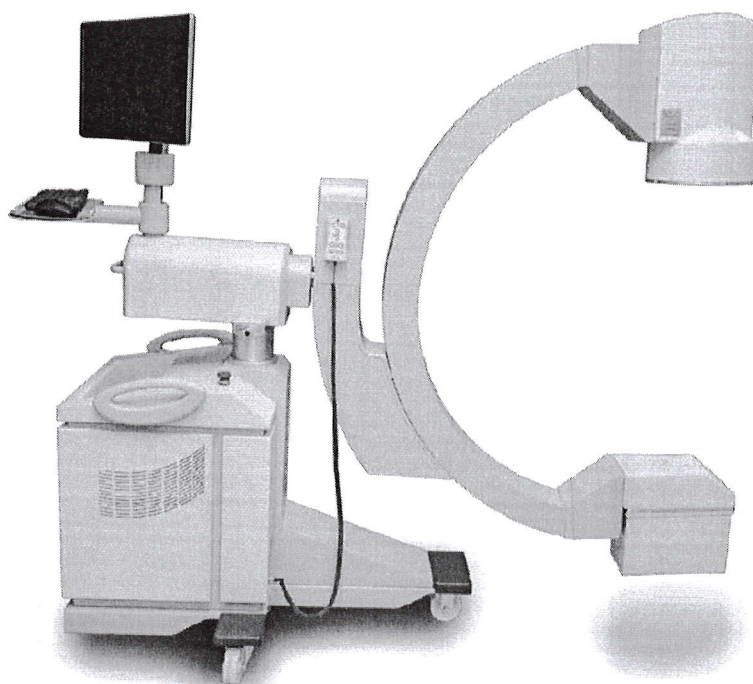

Рисунок 3-4: Medispec X-Ray
1. Убедитесь, что используемый рентгеновский аппарат (Рисунок 3-4) соответствует требованиям, указанным в данном руководстве (см. Приложение 3), и что вы ознакомлены с инструкцией по его эксплуатации.